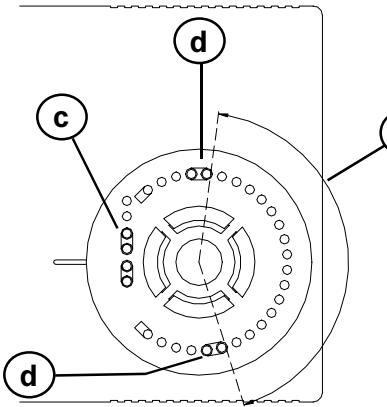

Fig. 2: Posizionamento cavalieri meccanici.
2. Extraí os pinos (c) que se encontram em um lado da área do botão giratório e posicioná-los (d) como no exemplo da Fig. 2. Desta forma o campo de rotação (e) é reduzido como indicado no arco.
2. Prelevare i cavalieri meccanici (c) parcheggiati a lato della sede manopola e posizionarli (d) come nell'esempio di Fig. 2. In questo modo il campo di rotazione (e) è ridotto come nell'arco indicato.